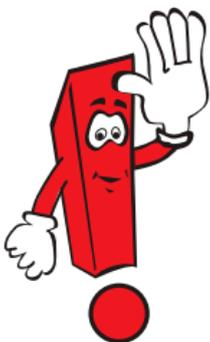

Рис. 5.5. Фиксация ремней безопасности.
- Если установленное спортивное сиденье не обеспечивает правильного положения лямок ремня безопасности (точки 1, 2, 3 на рис.5.5. должны плотно прилегать к телу, а верхний замок располагаться за плечом), то использование сиденья без установки ремней, описанных в пункте 5.18 Регламента – **запрещено**.